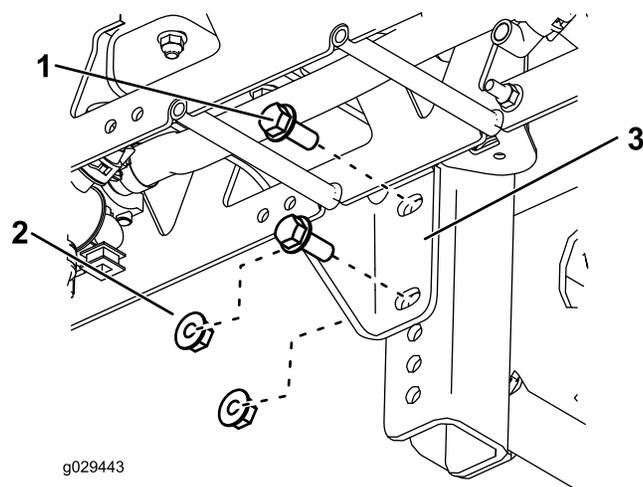

図 8
5. 取り付けブラケットが固定されている穴に印をつける 図 8。
6. 両方の取り付けブラケットからナット2個とボルト2本を外し、機体からブームアセンブリを外す 図 8。